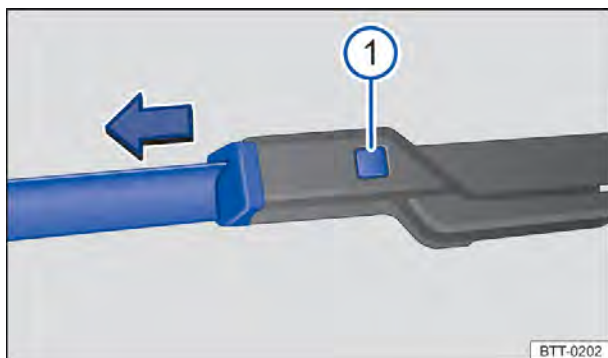

Fig. 139 Substituir as palhetas dos limpadores do para-brisa.
- Manter o botão de destravamento ⇒ Fig. 139 ❶ pressionado e, ao mesmo tempo, puxar a palheta dos limpadores do para-brisa para fora, no sentido da seta.